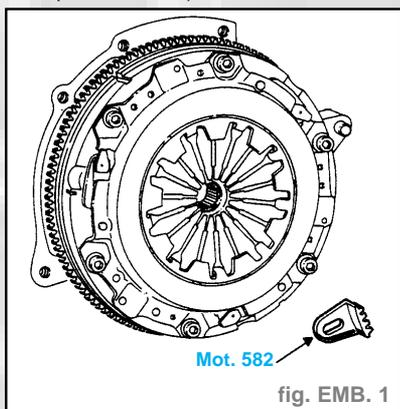

fig. EMB. 1
- le secteur d'arrêt **Mot. 582** (fig. EMB. 1).